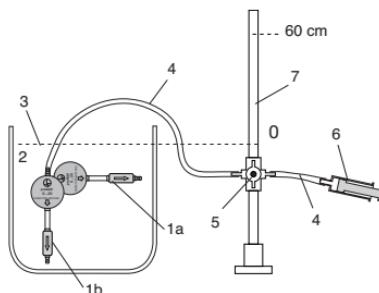

图20:试验装置
- 正确安置水压计和水浴槽,使水压计刻度的零点与水浴槽的液面处于相同的高度(参见图20)。
- 将注射器、水压计和硅胶管彼此连接起来。必要时,使用管道连接器(参见图20)。